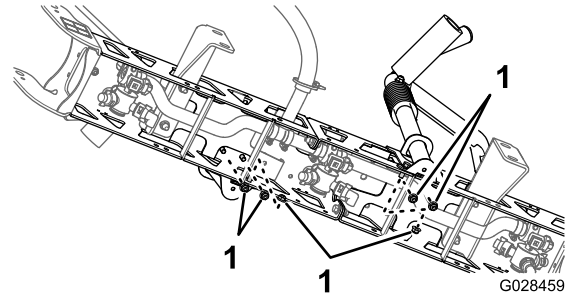
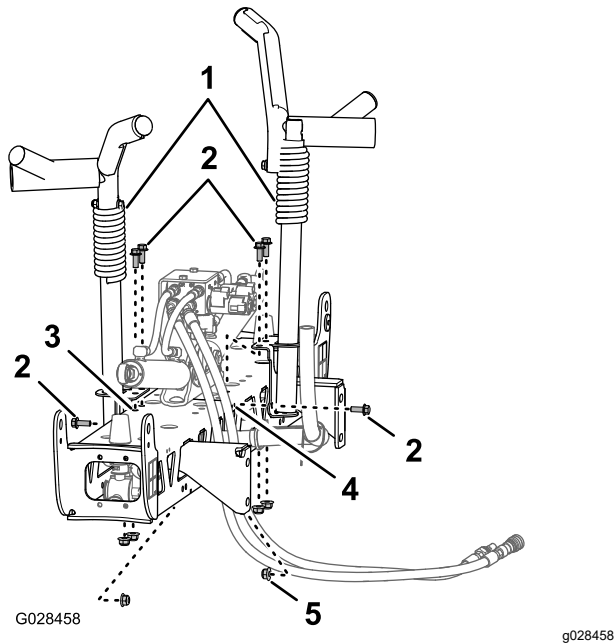

Bild 38
Bild 37
3. Befestigen Sie die Gabeln mit sechs Schrauben ($\frac{3}{8}$ " x 1") und sechs Sicherungsbundmuttern ($\frac{3}{8}$ ") am Auslegerabschnitt (Bild 37 und Bild 38).
2. Fluchten Sie die Transportgabeln des mittleren Auslegerabschnitts aus (Bild 37).